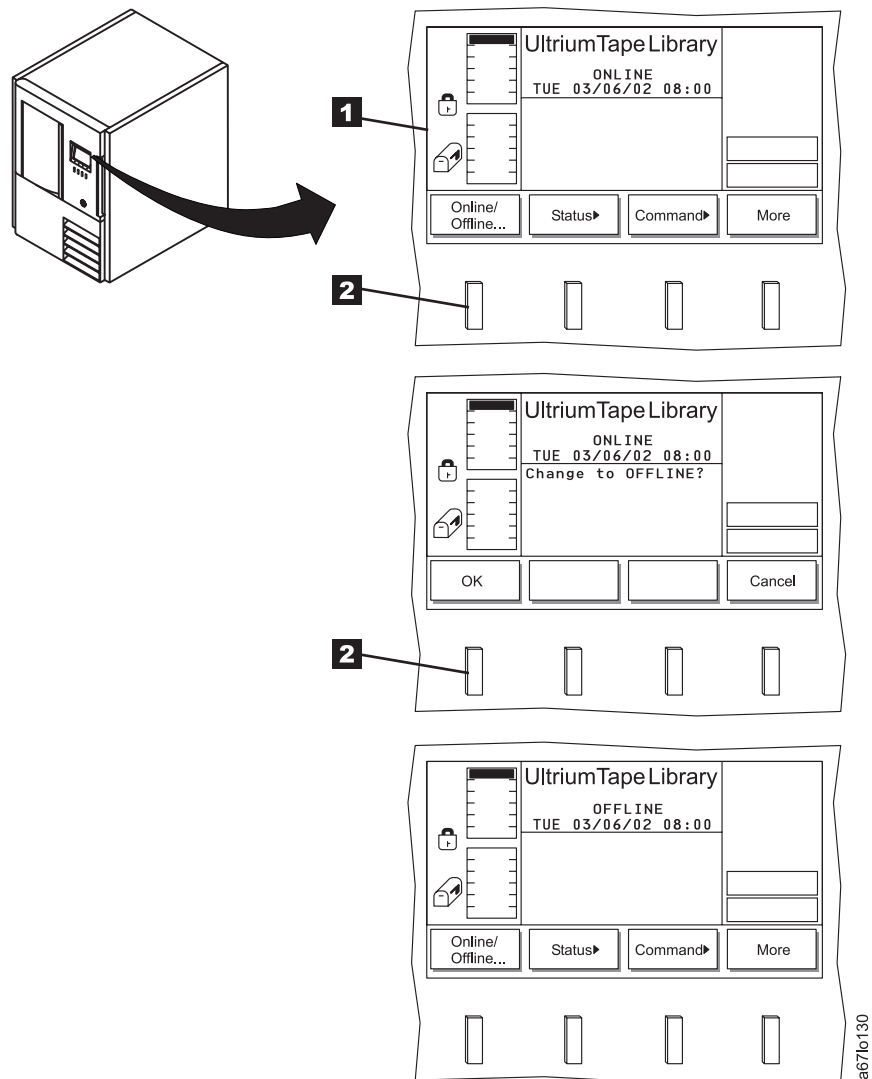

Abbildung 39. Bedienerkonsole
8. Die Firmware des Kassettenarchivs wird automatisch initialisiert und beginnt mit den Prozeduren INVENTORY und TEACH. Erscheint das Hauptmenü auf der Bedienerkonsole (**1** in Abb. 39), setzen Sie das Kassettenarchiv in den Status *Offline*, indem Sie den Knopf **2** unter dem Programmfunktionssymbol **Online/Offline** drücken. Befolgen Sie die Anweisungen in der Anzeige. Drücken Sie dann den Knopf **2** unter dem Programmfunktionssymbol **OK**.